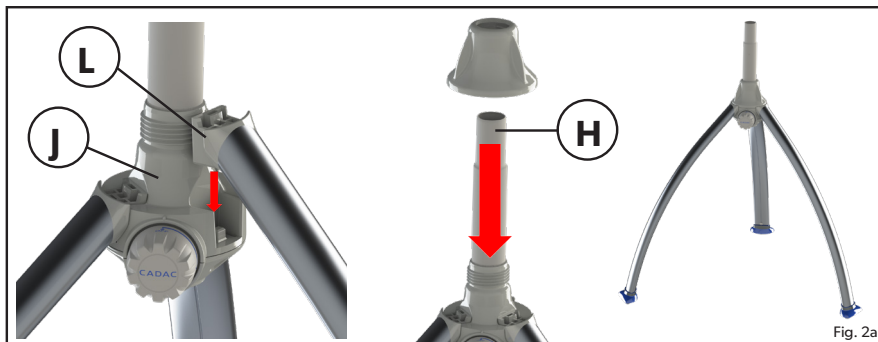

Fig. 2a
- Avant de raccorder le tuyau et le régulateur à l'appareil (K), vérifiez que le bouton de commande de l'appareil est en position « OFF ». (« • » - tournez à fond dans le sens des aiguilles d'une montre)
- **ATTENTION !** Lors de l'installation de la tétine de gaz, veiller à ce qu'elle soit bien droite lors du serrage de son écrou, afin d'éviter d'endommager le filetage et éviter toute fuite de gaz. Serrer à l'aide d'une clé adaptée. (Fig. 2a)
- Assemblez l'appareil selon les figures 2a et 2b.